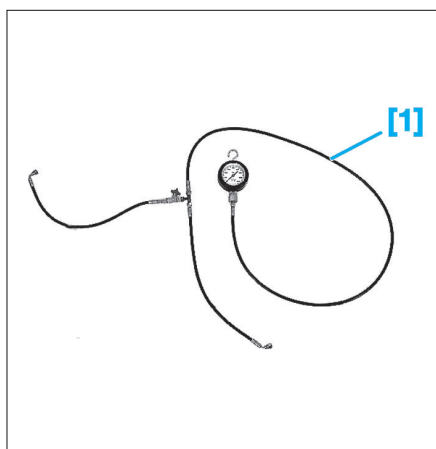

Fig. 21
- [1] Manomètre pour contrôle de pression de direction assistée (Fig.21).